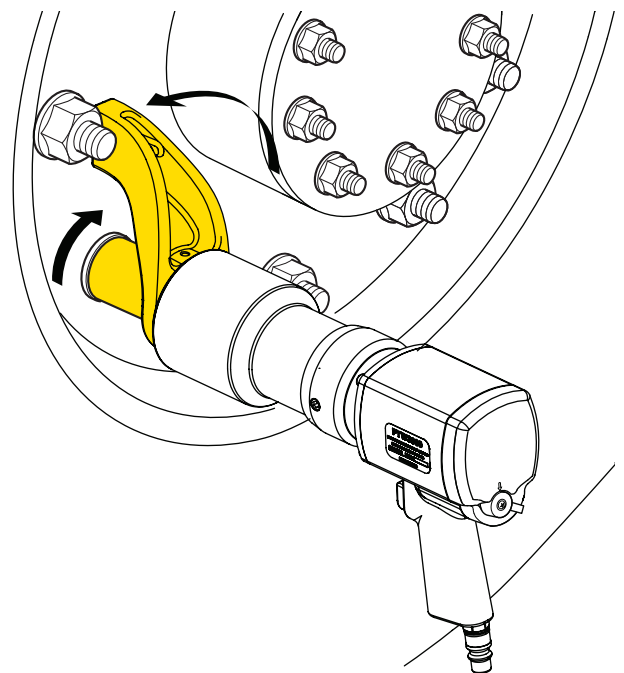

Fig. 8
9. La fig. 8 montre la position du bras de réaction lorsque le carré conducteur tourne vers la droite.
11. Pour serrer un élément de fixation (ou appliquer un couple en tournant de gauche à droite) : s'assurer que le levier de réglage est sur « F » et que le bras de réaction est positionné comme sur la fig. 8. Appuyer ensuite à fond sur la détente et la maintenir enfoncée jusqu'à ce que la clé cale.